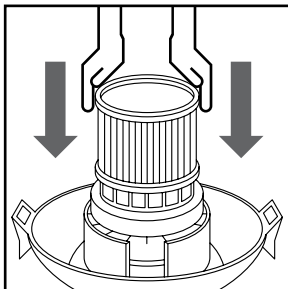

FIGURA 10
15. Con la cubierta del depósito dada vuelta, deslice el filtro de cartucho hacia abajo sobre la cesta de la tapa, jalando hasta que el filtro quede sellado contra la cubierta. (FIGURA 10)